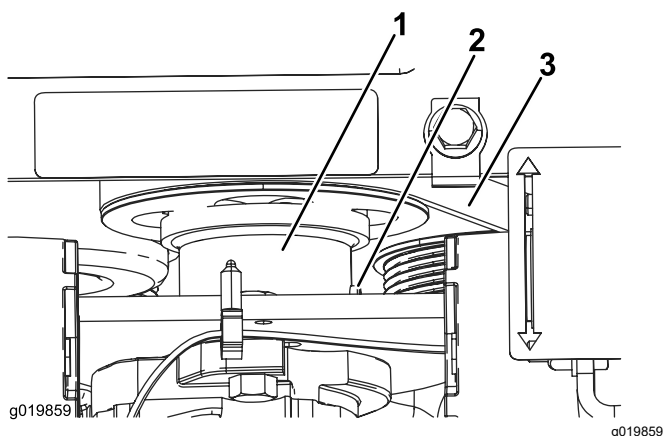

Figura 51
5. Desaperte o parafuso de afinação no acoplador de acionamento da engrenagem bomba (Figura 51).